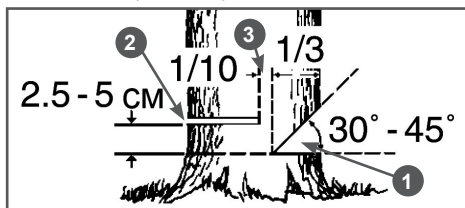

Рис. 14 Расположение запила, пропила и недопила
4. Начните пилить с той стороны дерева, куда оно должно упасть (Рис. 14). Сделайте запил 1 с той стороны, куда должно упасть дерево, глубиной примерно 1/3 диаметра ствола и под углом от 30 до 45 градусов (Рис. 14). Линия стыка двух пропилов, образующих запил, называемая направляющей линией, должна располагаться как можно более горизонтально и под углом 90 градусов к направлению валки.
5. Сделайте основной валочный пропил 2 с противоположной стороны, выше основания запила на 2,5-5 см. Между основным пропилом и запилом должен оставаться недопил 3 примерно 1/10 диаметра ствола. Вставьте одновременно клин в пропил 2 (Рис. 14). Недопил 3 действует как шарнир и
позволяет контролировать падение дерева (Рис. 14).
Ни в коем случае не допиливать до конца недопил 3 (Рис. 14), так как вы не сможете контролировать направление падения дерева.